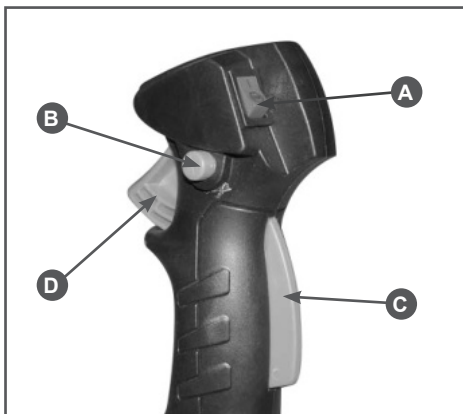

Рис. 7 Расположение органов управления на рукоятке
5. Выключатель зажигания (А) установите в положение «I» Рис.7. Удерживая стопорный рычаг газа (С) Рис.7 нажмите на рычаг газа (D). Для облегчения запуска зафиксируйте рычаг газа стопором (В) Рис.7.